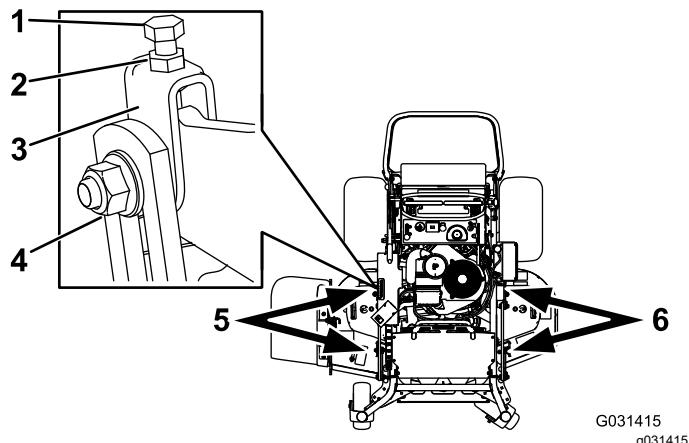

Figura 88
- Desaperte a porca lateral e a porca de bloqueio nas forquilhas que quer ajustar (Figura 88).
- Rode o parafuso superior para ajustar a altura da plataforma do cortador (Figura 88).